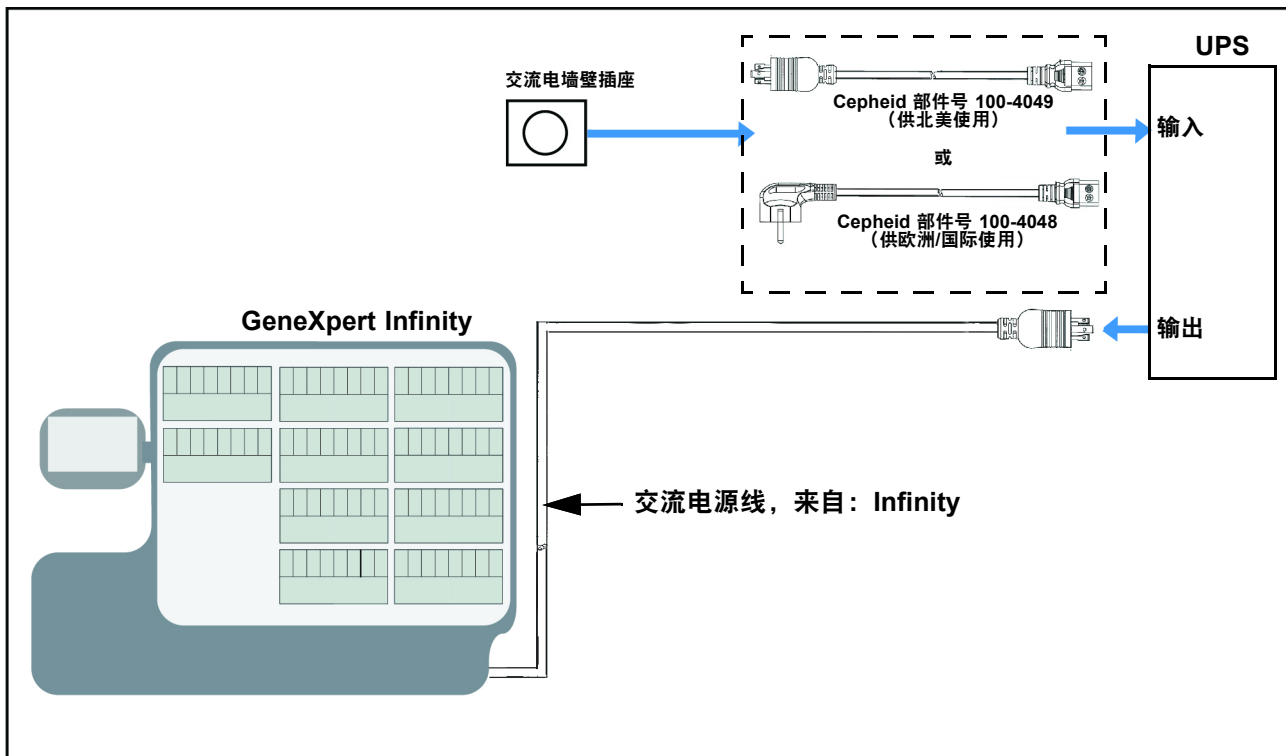

图 10-2. 使用 Cepheid 提供的 UPS 电缆进行 UPS 连接
1. 如 图 10-2 所示，将 GeneXpert Infinity system 插入 UPS 输出接口。
2. 使用提供的 Cepheid 电缆（部件号 100-4049），如 图 10-2 中所示，将 UPS 输入端插入正确接地的 20 安培墙壁插座。
2. 使用提供的 Cepheid 电缆（部件号 100-4048），如 图 10-2 中所示，将 UPS 输入端插入正确接地的 20 安培墙壁插座。